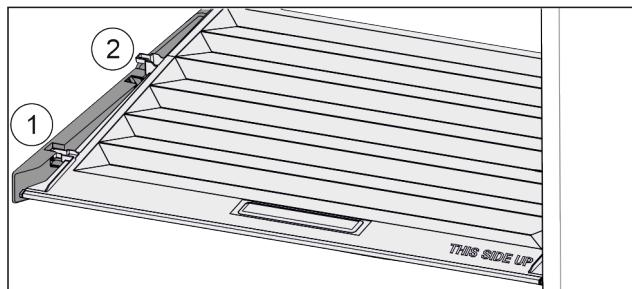

Fig. 24
- Кришку до отвору в деталях для підтримки потягнути вперед Fig. 24 (1).
- Підняти ззаду знізу та вийняти Fig. 24 (2) вгору.